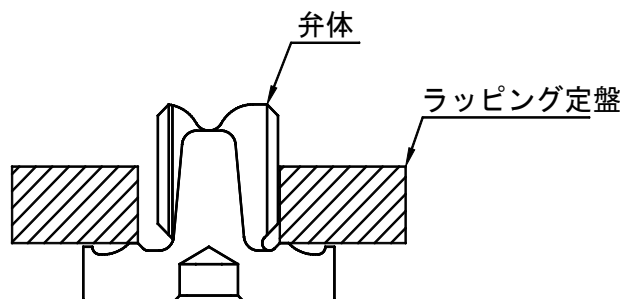

図10 弁体摺り合せ
- (1) 水平にしたテーブル上に弁体を固定する。
- (2) コンパウンド#600(ラッピングオイルでよく練られたもの)をラッピング定盤に薄く均一に、塗布し、図10のように弁体の上にラッピング定盤を置き軽く押えて摺り合せを行う。